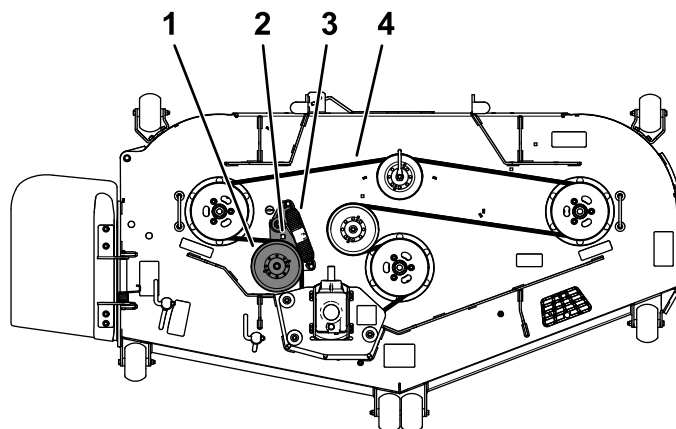

Figura 59
5. Utilice una llave de carraca en el orificio cuadrado del brazo tensor para aliviar la tensión del muelle tensor (Figura 59).
7. Pase la correa nueva alrededor de las poleas de la segadora (Figura 59).
8. Asegúrese de que los extremos del muelle están asentados en las ranuras de anclaje, y usando una llave de carraca en el orificio cuadrado, instale la correa alrededor de la polea tensora (Figura 59).